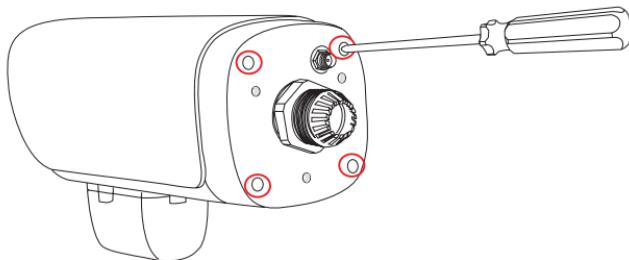

Abb. 1
1. Lösen Sie die vier Schrauben auf der Rückseite des Gehäuses. (siehe Abb.1)